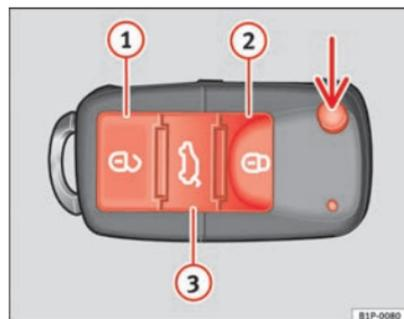

Abb. 62 Tastenbelegung
Mit der Taste \Rightarrow Abb. 62 (Pfeil) der Fernbedienung wird der Schlüsselbart ausgeklappt.
Fahrzeug entriegeln \Rightarrow Abb. 62 ①.
Fahrzeug verriegeln \Rightarrow Abb. 62 ②.
Heckklappe entriegeln. Die Taste \Rightarrow Abb. 62 ③ betätigen, bis alle Blinkleuchten am Fahrzeug kurz aufleuchten. Nach Drücken der Entriegelungstaste \Rightarrow ③ können Sie die Heckklappe innerhalb von 2 Minuten öffnen. Nach Ablauf dieser Zeit wird die Heckklappe wieder verriegelt.
Zudem blinkt die Batterie-Kontrollleuchte des Schlüssels \Rightarrow Abb. 62 auf.
Bei einmaligem Drücken der Taste \Rightarrow Abb. 62 ① wird nur die Fahrertür entriegelt. Alle anderen Türen bleiben verriegelt. ▶
Bei zweimaligem Drücken der Taste  ⇒ Seite 108, Abb. 62  werden alle Türen entriegelt.
- Betätigen Sie die Taste  ⇒ Seite 108, Abb. 62 an der Funk-Fernbedienung. ▶